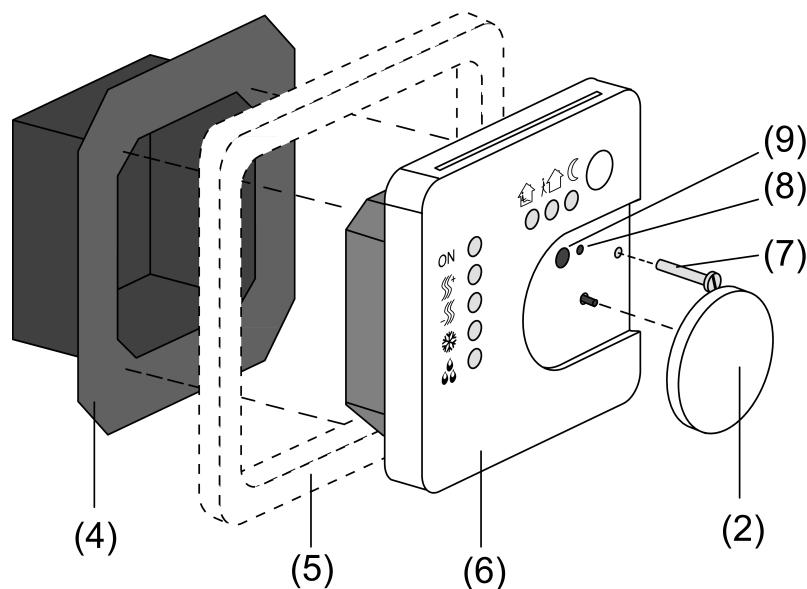
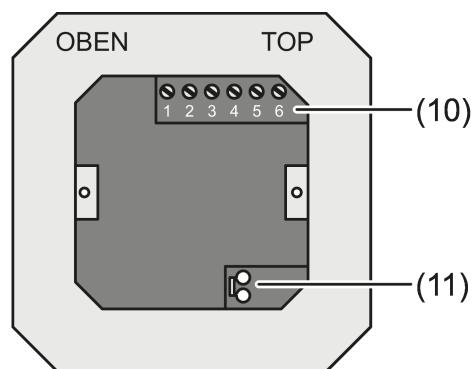
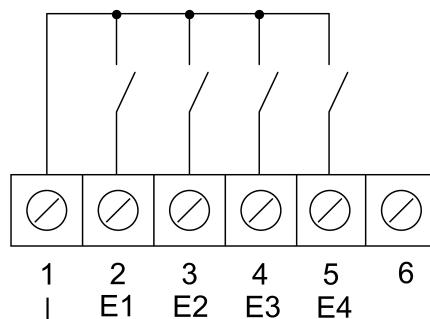
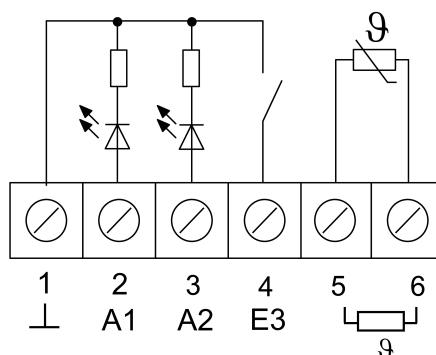

Figura 2: Estructura del aparato
Figura 3: Mecanismo de bornes
Figura 4: Conexión de las entradas binarias
Figura 5: Conexión de salidas binarias
- (4) Mecanismo de bornes
- (5) Marco cobertor
- (6) Módulo electrónico
- (7) Tornillo de seguridad
- (8) LED de programación
- (9) Tecla de programación
- Separar el mecanismo de bornes (4) del módulo electrónico (6) (véase figura 2).
- Conectar la línea de bus al borne de conexión (11) del mecanismo de bornes (véase figura 3).
- Entradas binarias **E1...E4**: conectar los contactos de ventana de cierre o los contactos normalmente cerrados como interruptores o pulsadores a los bornes 1 y 2...5 (véase figura 4) de la regleta de bornes (10) (véase figura 3).
- Salidas binarias **A1...A2**: conectar los LED o los relés electrónicos a los bornes 1 y 2, 3 (véase figura 5) de la regleta de bornes (10) (véase figura 3).
- Conectar el sensor externo de temperatura a los bornes 5 y 6 (véase figura 5) de la regleta de bornes (10) (véase figura 3).
- Insertar el mecanismo de bornes (4) (véase figura 2) en la caja para mecanismos empotrada. Observar que la inscripción **OBEN / TOP** quede arriba. La conexión de bus (11) debe quedar abajo a la derecha (véase figura 3).
- Colocar la cubierta (5) sobre el mecanismo de bornes (4).
- Colocar el módulo electrónico (6) en la posición correcta en el mecanismo de bornes (4).
- Quitar la rueda de ajuste (2).
- Fijar el módulo electrónico con el tornillo de seguridad (7).
- Montar de nuevo la rueda de ajuste (2).
- Quitar la rueda de ajuste (2) (véase figura 2).
- Pulsar la tecla de programación (9).